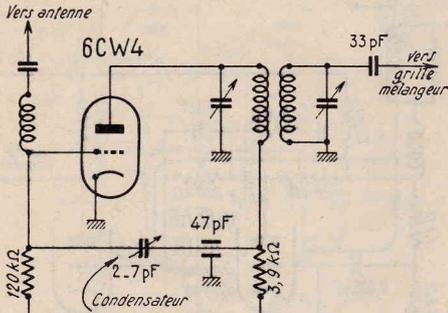

FIG. 15
R. C. A. — R. C. A. préfère utiliser sur ses nouveaux rotacteurs une triode amplificatrice HF neutrodynée, de préférence au montage cascode. Un modèle est équipé du tube R.C.A. nuvistor 6CW4. La figure 15 montre le schéma simplifié du dispositif de neutrodynage par trimmer de 2 à 7 pF, qui évite l'entrée en oscillations de l'étage.